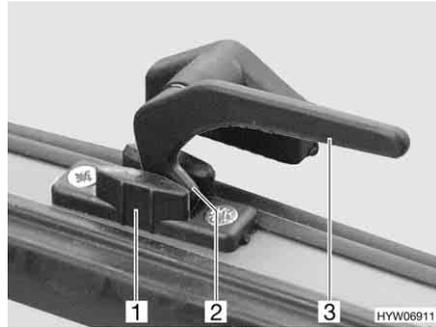

Bild 57 Verriegelungshebel in Stellung "Dauerbelüftung"
- in Stellung "Dauerbelüftung" (Bild 57)
- Den Verriegelungshebel (Bild 57,3) eine viertel Umdrehung zur Fenstermitte hin drehen.
- Den Verriegelungshebel eine viertel Umdrehung zum Fensterrahmen hin drehen. Die Verriegelungsnase (Bild 57,2) dabei in die Aussparung der Fensterverriegelung (Bild 57,1) einfahren.